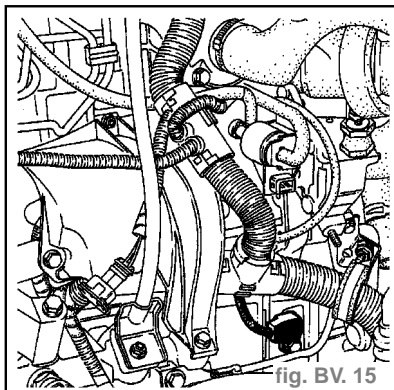
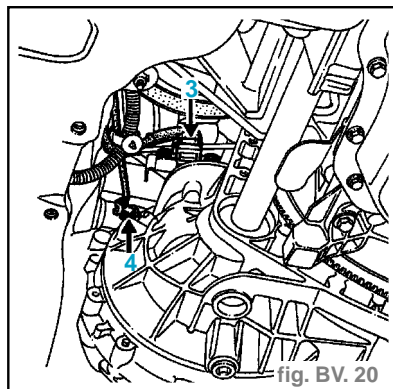

fig. BV. 15
fig. BV. 20
- le capteur de point mort haut. (fig. BV. 15)
- l'ensemble tachymètre en déposant la vis (3), (fig. BV. 20)
- le capteur de vitesse (4) pour la direction à assistance variable si le véhicule en est équipé,